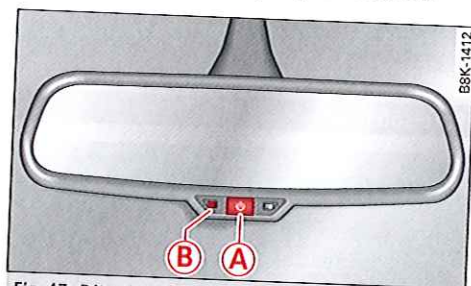

Fig. 47 Rétroviseur intérieur automatique photosensible*
► Appuyez sur la touche (A) ➔ fig. 47. Le témoin (B) s'allume. La lumière (par ex. la lumière provenant des phares d'un véhicule qui suit) réfléchi sur les rétroviseurs intérieurs et extérieurs* est tamisée.